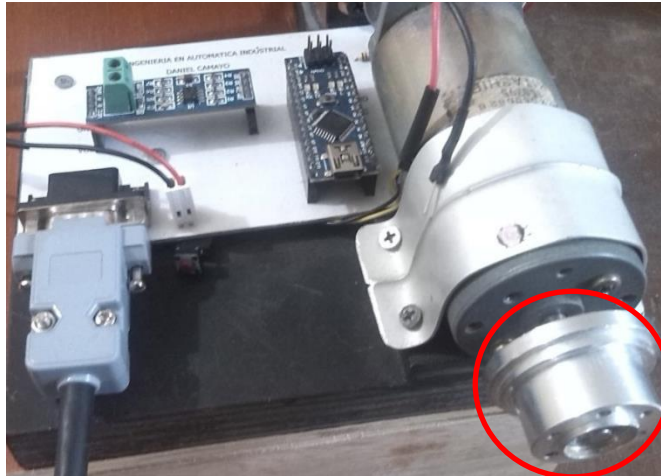

Figura 30 Perilla para el manejo del cable
- Gire la perilla encerrada en el círculo rojo ver Figura 30 de manera que la sonda inclinometrica comience a descender por el ademe.